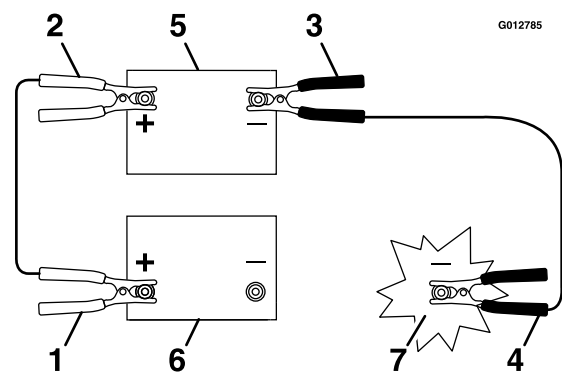

Bild 50
3. Schließen Sie das Pluskabel (+) an den Pluspol (+) der entladenen Batterie an, der am Anlasser oder Magnetventil angeschlossen ist, wie in Bild 50 abgebildet.